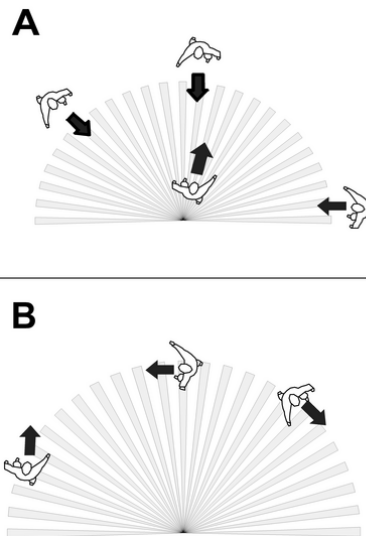

Bild 2: Erfassungsbereich abhängig von der Bewegungsrichtung
- i** Bewegungsrichtung beachten. Unterschieden wird zwischen Draufzugehen A und Quergehen B (Bild 2). Bewegungen quer zum Bewegungsmelder können besser erfasst werden als Bewegungen auf den Bewegungsmelder zu.